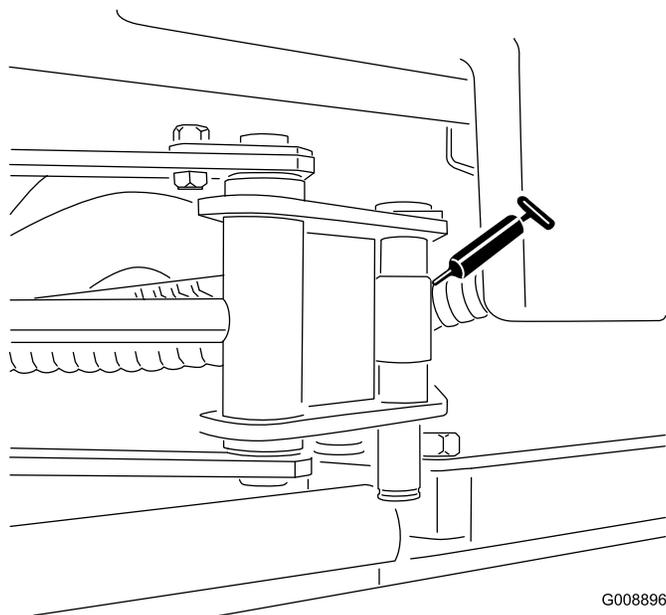

Figure 58
- Extrémités du vérin du Sidewinder (2 graisseurs; modèle 03171 seulement) (Figure 58)